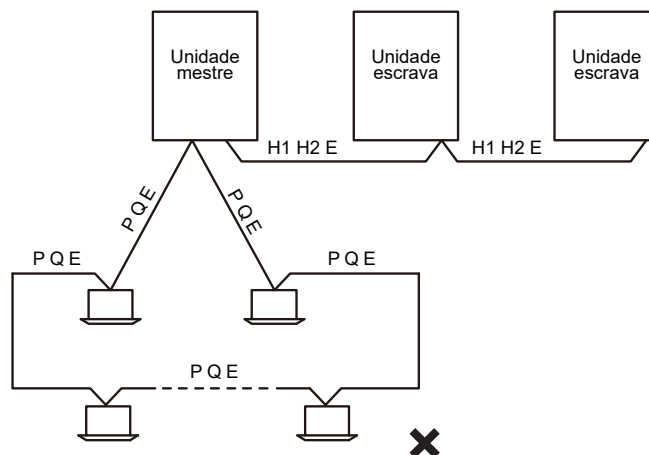

Figura 56
- Os cabos de comunicação P Q E devem ser conectados uma unidade após a outra em uma cadeia em série, desde a unidade externa até unidade interna final, conforme mostrado na Figura 56. Na unidade interna final, um resistor de 120 Ω deve ser conectado entre os terminais P e Q. Depois da unidade interna final, o cabeamento de comunicação NÃO deve ser redirecionada para a unidade externa, ou seja, não tente formar um ciclo fechado.
- Os cabos de comunicação H1 H2 E devem ser conectados uma unidade após a outra em uma cadeia em série, desde a unidade externa mestre até unidade interna final escrava, conforme mostrado na Figura 56.